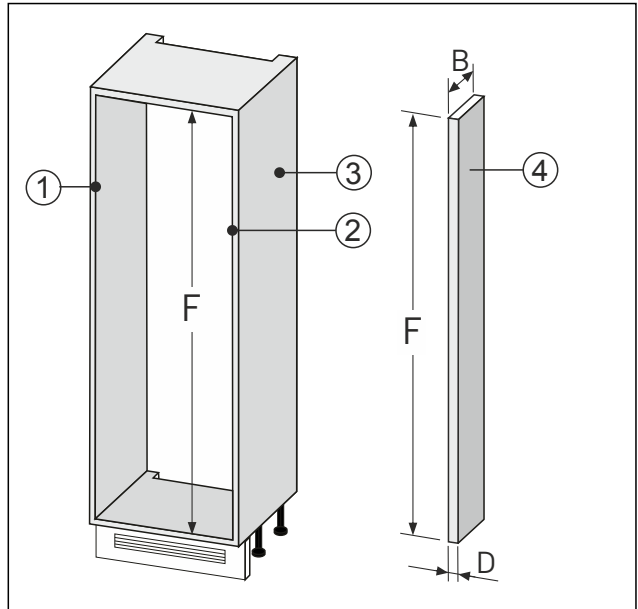

Fig. 87
- Підготувати рівняльник стіни Fig. 87 (4) за вказаними вище розмірами.